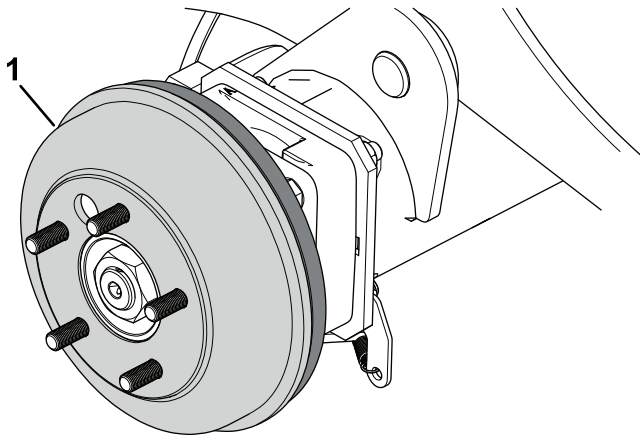

Bild 72
4. Entfernen Sie die Bremstrommeln (Bild 72) von Hand.